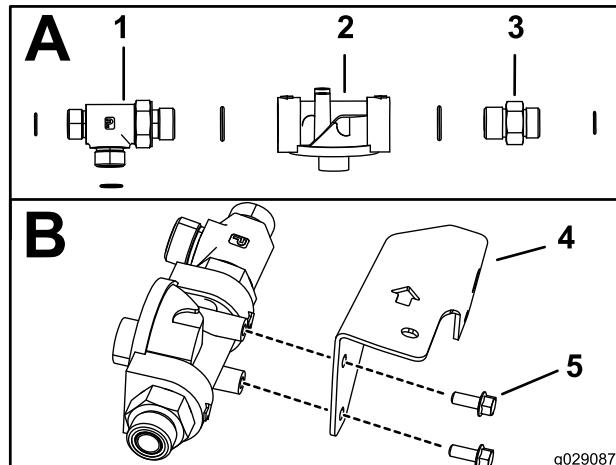

Figura 11
1. Instale a união em T ($\frac{5}{8} \times \frac{5}{8} \times \frac{3}{4}$ macho), união adaptadora ($\frac{5}{8} \times \frac{3}{4}$ pol. macho) e anéis de retenção no conjunto da cabeça do filtro como se mostra na Caixa A da Figura 11.
- Instale a cabeça do filtro no suporte da cabeça do filtro utilizando dois parafusos ($\frac{1}{4}$ pol.) como se mostra na Caixa B da Figura 11.